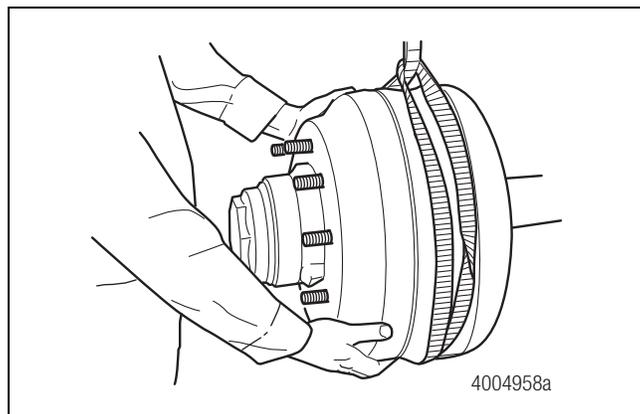

Figura 4.46
- Instale el tambor del freno y el conjunto de rueda y neumático. Figura 4.46.